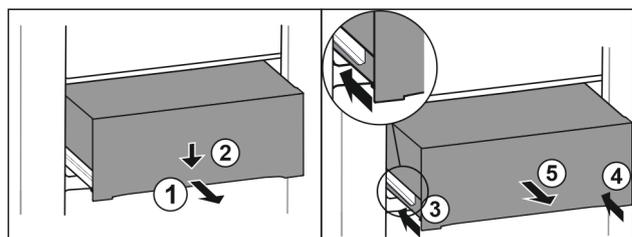

Fig. 64
- ▶ Extraiga el cajón hasta la mitad. *Fig. 64 (1)*
- ▶ Presionar hacia abajo el cajón de la parte delantera. *Fig. 64 (2)*
- ▶ Introducir el carril izquierdo unos 2 cm. *Fig. 64 (3)*
- ▶ Introducir el carril derecho unos 2 cm. *Fig. 64 (4)*
- ▶ Extraiga el cajón hacia delante. *Fig. 64 (5)*